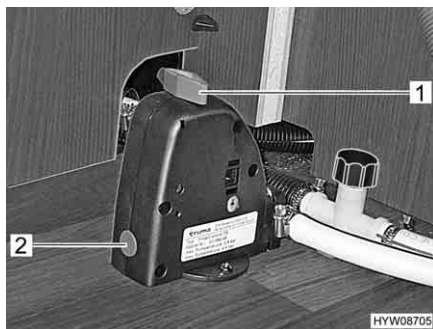

Fig. 106 Valvola di sicurezza/di scarico
- Se il boiler è dotato di una valvola di sicurezza/di scarico, chiudere la valvola di sicurezza/di scarico. A tal fine ruotare la manopola (Fig. 106,1) verticalmente rispetto alla valvola di sicurezza/di scarico e premere il bottone automatico (Fig. 106,2).